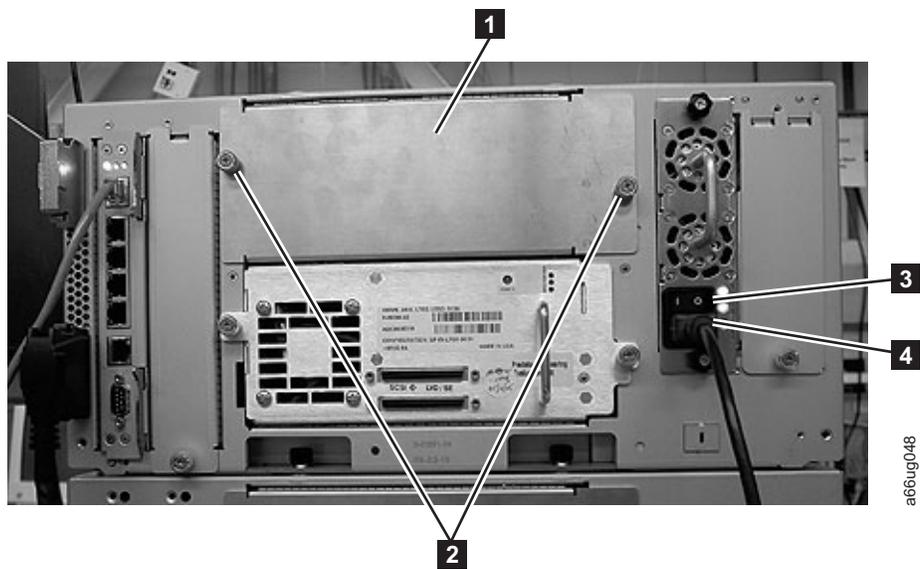
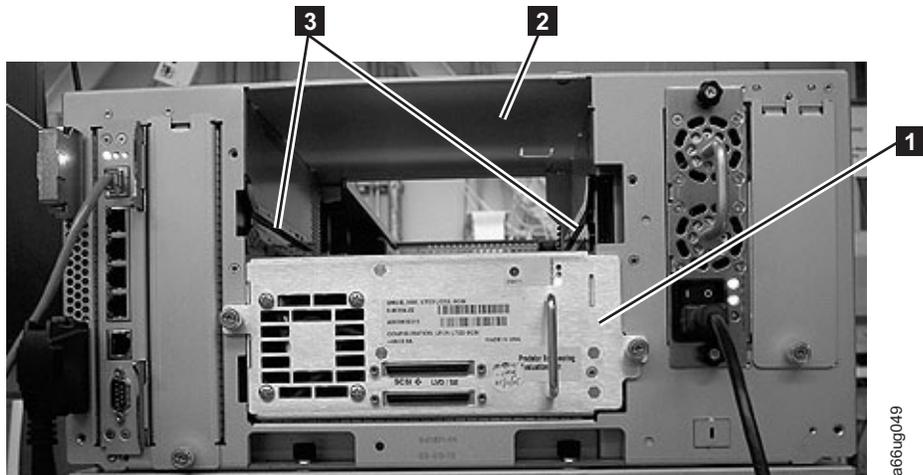

Рисунок 11-3. Управляющий модуль с одним накопителем SCSI и крышкой ячейки
Рисунок 11-4. Управляющий модуль с одним накопителем SCSI и ячейкой для накопителя со снятой крышкой
**Внимание:** Сначала отключите кабель питания от сети, а затем от блока питания (**4** на рис. 11-3).
- а. Найдите в модуле свободную ячейку для накопителя. Снимите крышку ячейки. Для этого открутите два винта (**2** на рис. 11-3) против часовой стрелки (**1**). На рис. 11-4 на стр. 11-7 показан управляющий модуль с установленными салазками накопителя SCSI (**1**) и свободной ячейкой (**2**) со снятой крышкой.
- a. Вставьте салазки нового накопителя в свободную ячейку. Обратите внимание, что для упрощения этой операции в ячейке и салазках имеются плоские направляющие (**3** на рис. 11-4). Салазки накопителя должны быть расположены горизонтально.
1. Установите салазки накопителя на одном уровне с плоскими направляющими и направляющими пазами вдоль дорожек (**3** на рис. 11-4 на стр. 11-7) и медленно задвиньте накопитель к модуль библиотеки, поддерживая его снизу.